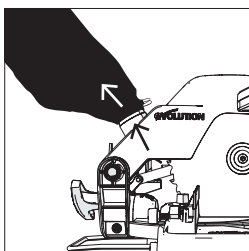

Abb. 31
- Schieben Sie den Staubbeutel über den Entstaubungsanschluss und stellen Sie sicher, dass die Federklemme am Anschluss einrastet und den Staubbeutel in seiner Position sichert. **(Abb. 31)**